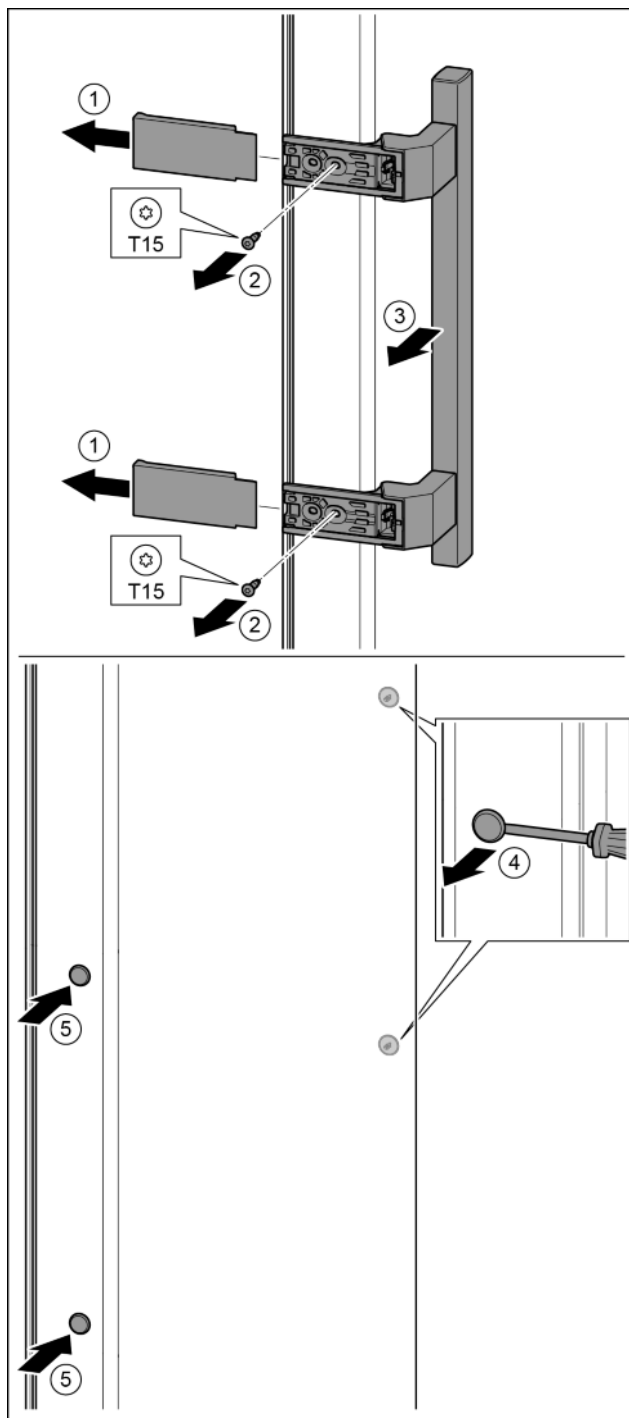

Fig. 21
- Extrageți capacul. Fig. 21 (1)
- Demontați șuruburile cu șurubelnița T15. Fig. 21 (2)
- Detașați mânerul. Fig. 21 (3)
- Ridicați cu precauție dopul lateral cu o șurubelniță plată și extrageți-l. Fig. 21 (4)
- Introduceți dopul pe partea opusă. Fig. 21 (5)